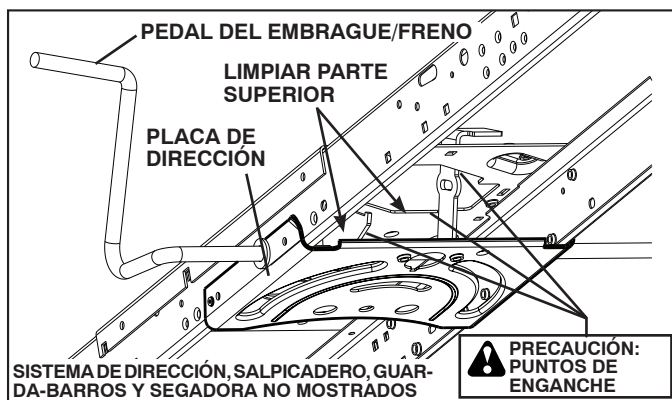

Fig. 18
**PRECAUCIÓN: Evite todos los puntos de enganche y las piezas móviles. (Vea Fig. 18)**